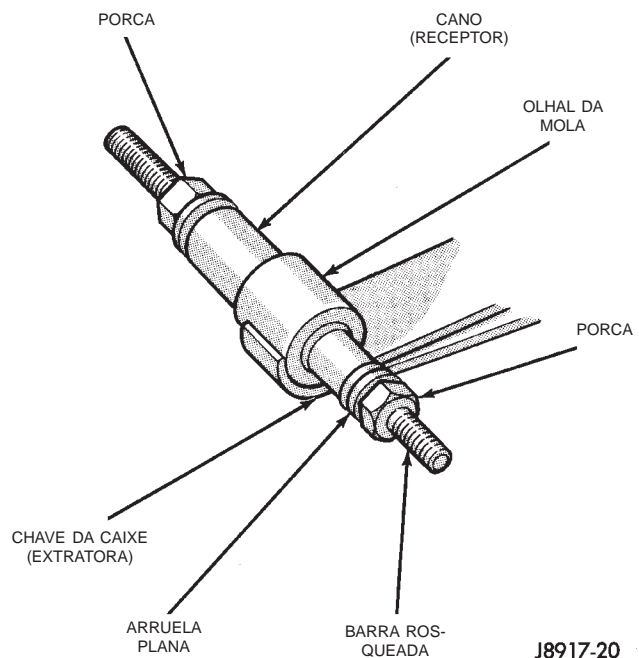

Fig. 3 Remoção da Bucha do Olhal da Mola
(1) Monte as ferramentas mostradas (Fig. 3). Aperte a porca na extremidade da chave de caixa da barra rosqueada até que a bucha seja forçada para fora .